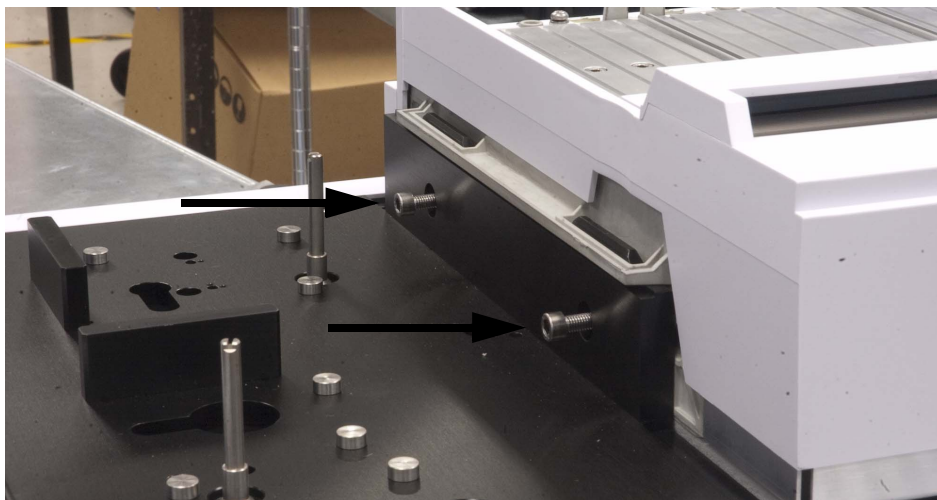

図 14 サンプルトレイをメインフレーム取り付けブラケットに固定する
- 3 T-30 トルクドライバを使用して、メインフレーム取り付けブラケットに T-30 ネジ 2 個を取り付け、サンプルトレイをメインフレームベースに固定します (図 14)。